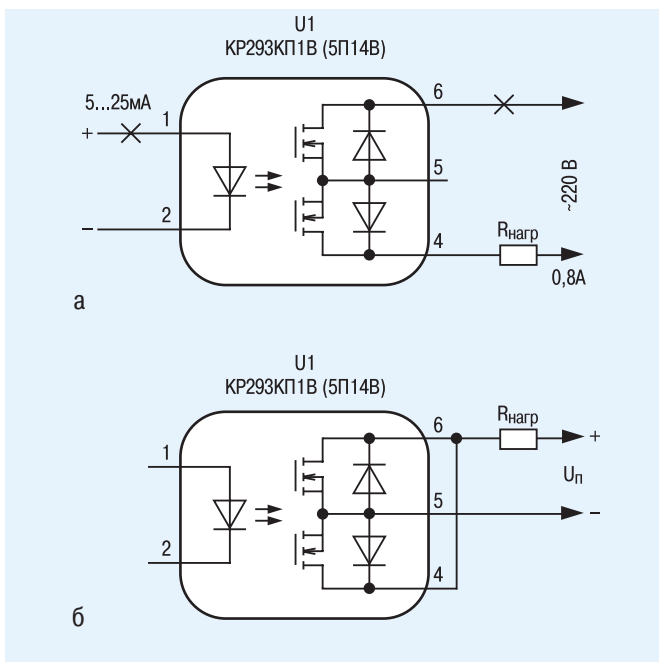

Рис. 2. Схемы коммутаторов на основе твердотельного оптоэлектронного реле: а – для переменного тока; б – для постоянного тока
- **твердотельные реле** (ток нагрузки до 0,8...1 А) – чаще всего изготавливают на основе мощных полевых транзисторов. Твердотельные реле предназначены для замены электромагнитных реле, но гораздо надёжнее, меньше по габаритам и требуют меньшего тока управления (1...25 мА). Большинство из них может работать и на переменном, и на постоянном токе. На рис. 2 показаны упрощённая внутренняя структура и пример схемы включения нагрузки на переменном и постоянном токе;